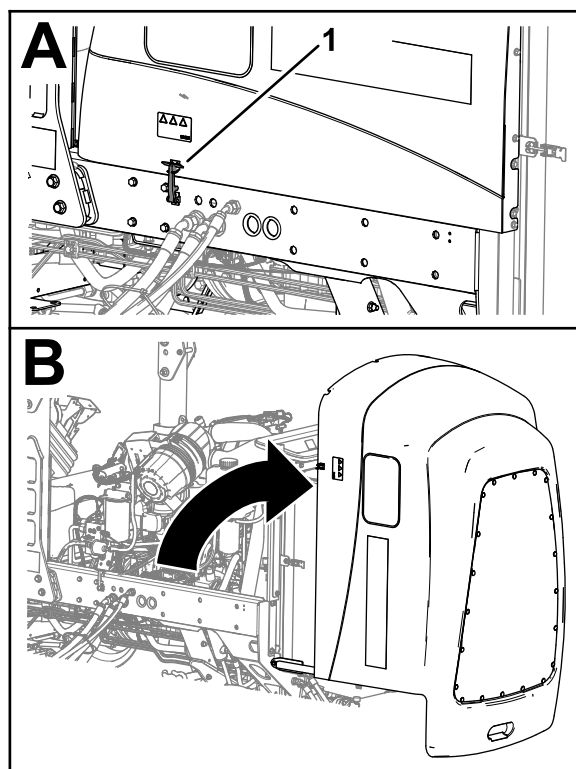

Рисунок 58
1. Разблокируйте 2 защелки капота (Рисунок 58).